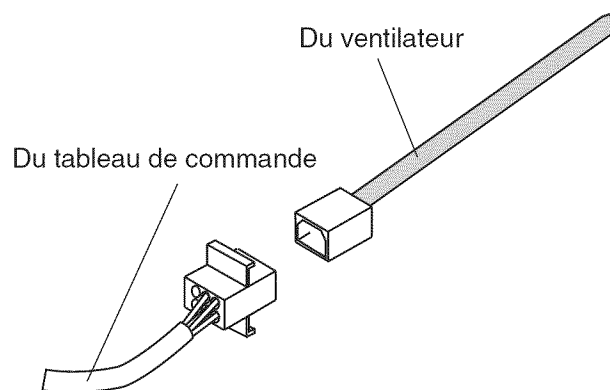

Figure 19 : Câblage entre la hotte et le ventilateur intégré
3. Branchez le connecteur Molex du ventilateur au connecteur situé à l'intérieur de la hotte, comme illustré à la Figure 19.